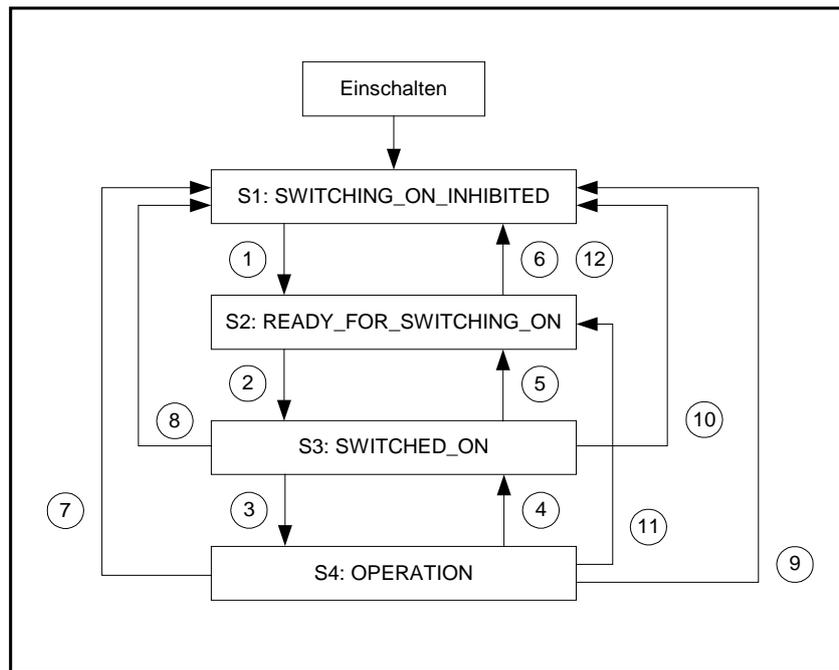

Abbildung 9-1: Vereinfachtes Zustandsdiagramm
Die Zustände sind aus der PROFIdrive-Spezifikation weitgehend übernommen. PROFIdrive unterscheidet zwischen Ramp stop und Quick stop. Der Servoregler schaltet hier einheitlich die Reglerfreigabe aus, so dass sich das vereinfachte Zustandsdiagramm gemäß Abbildung 9-1 ergibt.
- 3.) Laut Zustandsdiagramm (Abbildung 9-1) sind die Übergänge 1, 2 und 3 auszuführen.